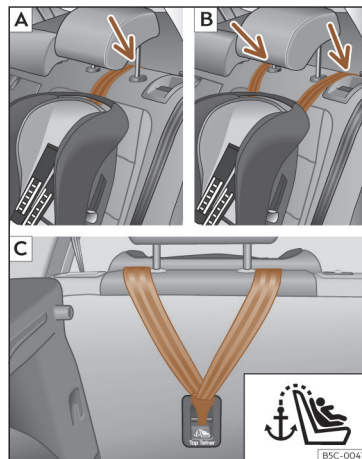
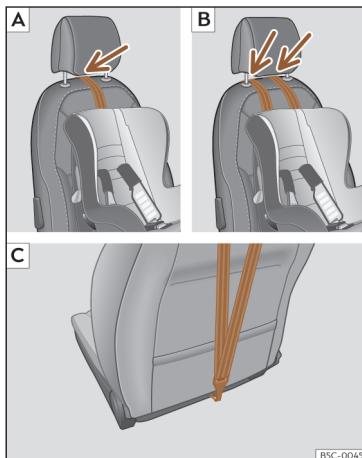

Fig. 33 Asientos traseros: ajuste y montaje en función del cinturón Top Tether.
Fig. 34 Asiento del acompañante: ajuste y montaje en función del cinturón Top Tether.
propia silla, levante o retire el apoyacabezas si fuera necesario)»» **fig. 33 [A]/[B]**,»» **fig. 34 [A]/[B]**.
- Deslice la correa y fíjela correctamente con el anclaje de la parte posterior del respaldo»» **fig. 33 [C]**,»» **fig. 34 [C]**.